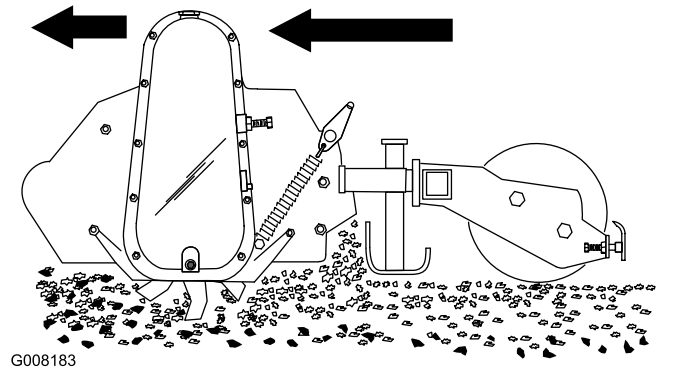

Figure 9
1. Abaissez le cultivateur au sol et vérifiez que le carter de la chaîne est perpendiculaire au sol (Figure 9).